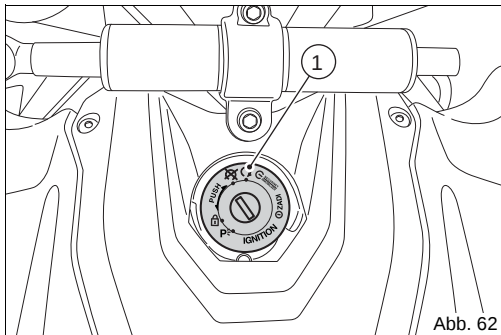

Abb. 62
- 1) Den Zündschlüsselschalter in die Position ON ON (1, Abb. 62) bringen. Überprüfen, ob die grüne Kontrollleuchte N und die rote Kontrollleuchte  am Cockpit aufleuchten.